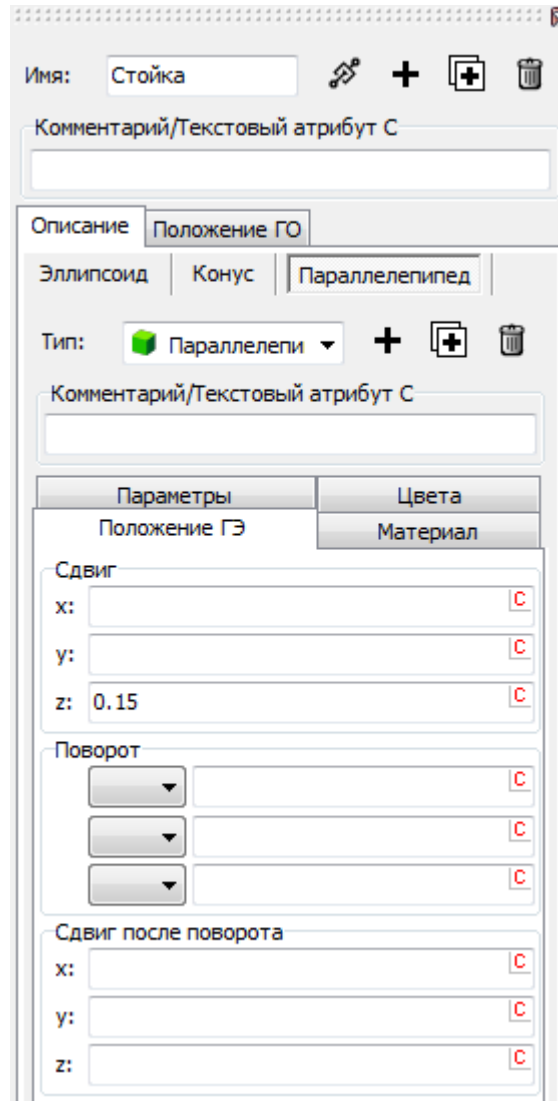

Рис. 1.7. Изменение положения графического элемента
11. Перейдите на вкладку **Положение ГЭ**. В поле **Z**, группы **Сдвиг** установите **0.15**, см. рис. 1.7.